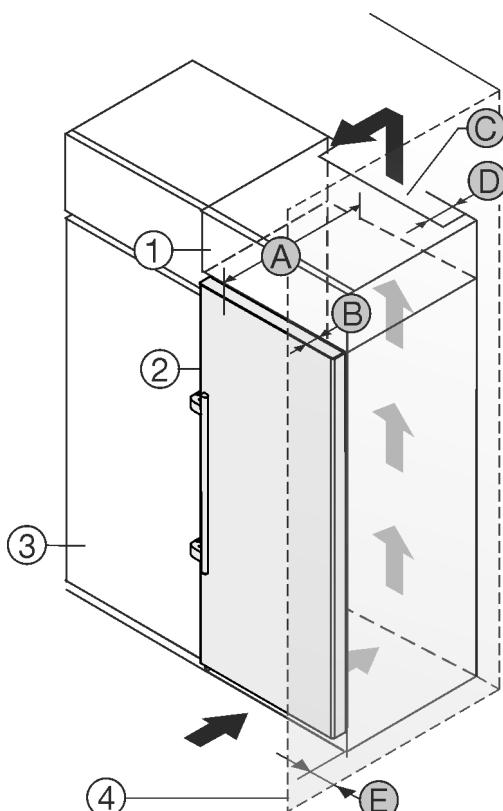

Fig. 2
- (1) Шафа для встановлення на пристрой *
- (2) Пристрій *
- (3) Кухонна шафа *
- (4) Стінка *
- (A) Глибина пристроя *
- (B) Глибина дверей *
- (C) Вентиляційний зазор *
- (D) Відстань задня сторона пристроя *
- (E) Відстань до сторони пристроя *
Ви можете встановити пристрій безпосередньо поряд із кухонною шафою Fig. 2 (3).*
Зі зворотного боку шафи для встановлення на пристрой слід передбачити вентиляційну шафу завглишки Fig. 2 (D) на всю ширину цієї шафи.*
Слід дотримуватись вентиляційного отвору Fig. 2 (C) в стелі приміщення.*
Якщо пристрій із шарнірами встановлюється поряд зі стіною Fig. 2 (4), відстань між пристроєм та стіною повинна бути не менше 57 мм. Це відповідає необхідній відстані для ручки після відкривання дверцят.*
Щоб мати можливість повністю відкривати дверцята, потрібно, щоб пристрій виступав на відстань глибини дверцят Fig. 2 (B) відносно передньої панелі кухонної шафи. Залежно від глибини кухонних шаф Fig. 2 (3) та використання пристінних розпірок пристрій може ще більше виступати вперед.*